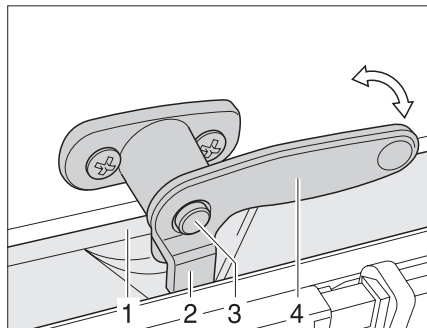

Fig. 24 Palanca de bloqueo con botón de seguridad en posición "cerrado"
- ▶ Caso disponible, presionar y mantener presionado el botón de seguridad (Fig. 24,3).